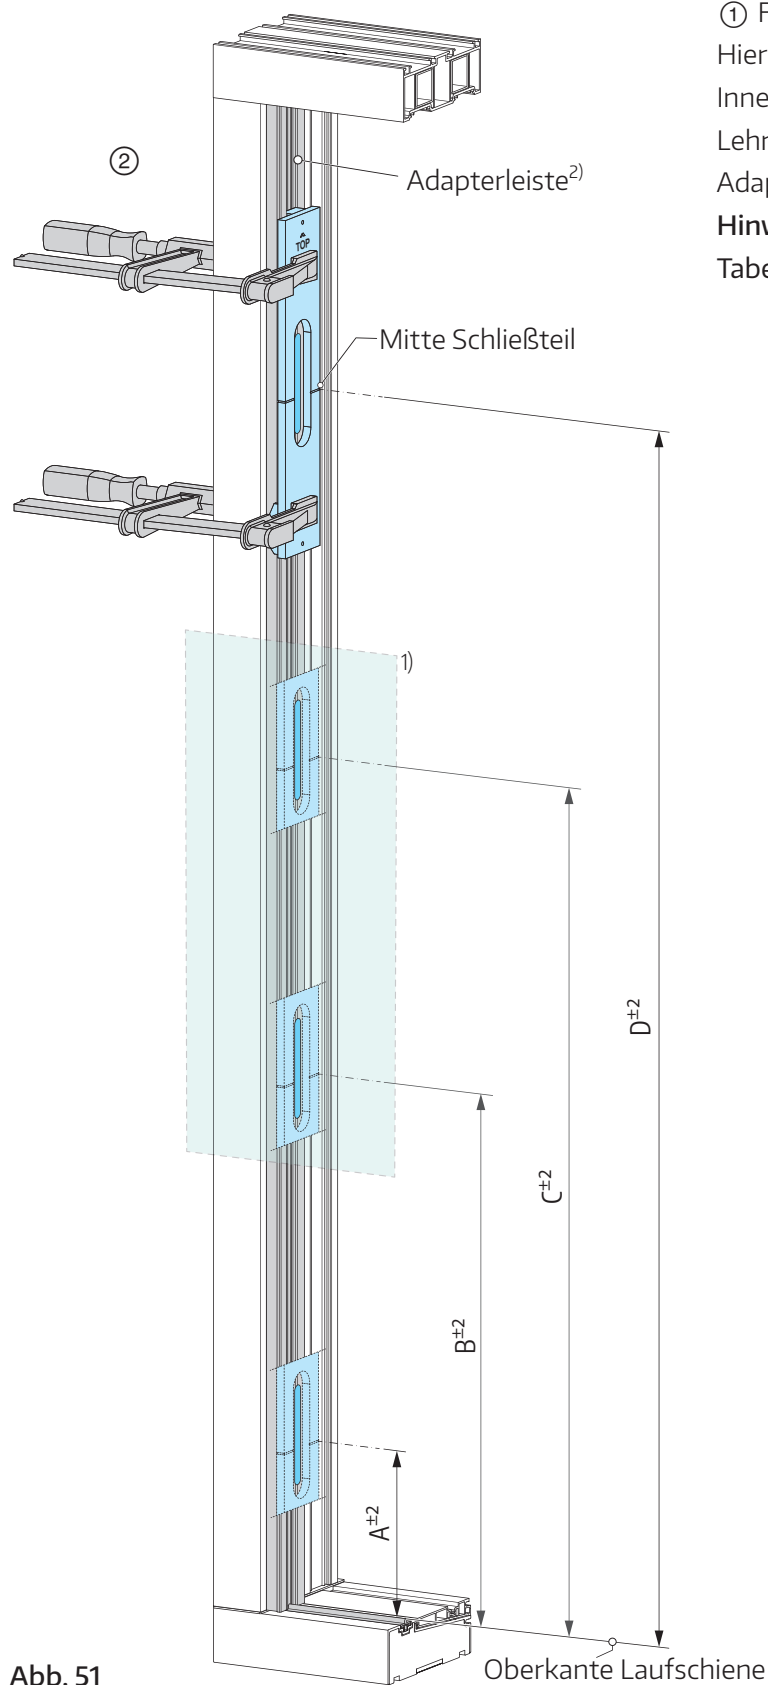

Abb. 51
① Fräslehre für Hakenschießteil zusammenfügen. Hierzu die systemabhängigen Adapter mittels Innensechskantschrauben, SW 3, an der Rückseite der Lehre anschrauben, siehe **Abb. 50**. ② Fräslehre auf Adapterleiste positionieren und fixieren, **Abb. 51**.